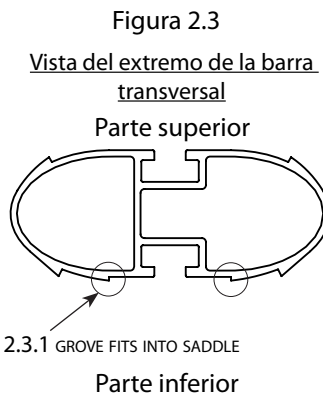

Figura 2.3
1. Ahora, coloque la barra transversal armada sobre la parte superior de las barras verticales armadas. Verifique que el lado correcto de la barra transversal esté hacia arriba. Consulte la Figura 2.3.